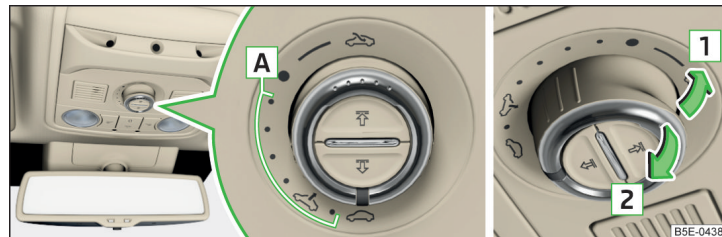

Fig. 46 Manejo del techo corredizo/elevable
Manejo del techo corredizo/elevable » fig. 46
cerrar completamente sin limitación de fuerza, tirando en la escotadura del interruptor en dirección de la flecha **[2]** » fig. 46, hasta que esté cerrado completamente el techo corredizo/elevable » **[!]**.
- Colocar el interruptor en la posición **[↶]** » fig. 46 de la página 71.